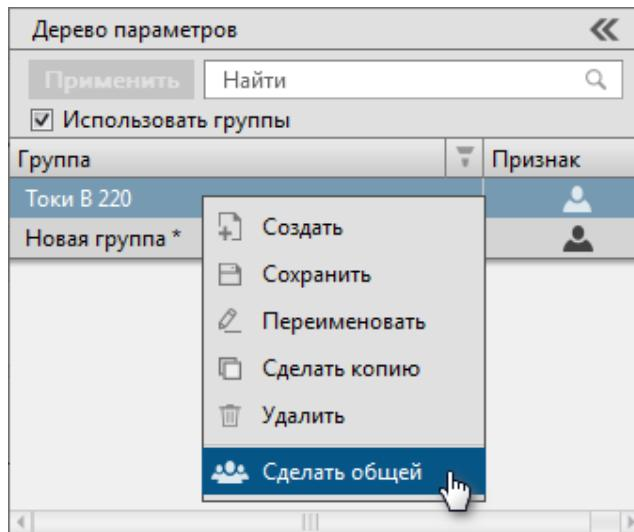

Рисунок 26 - Сделать общей
1. Нажмите *ЛКМ* по выбранной группе и выберите команду **Сделать общей** (Рисунок 26).